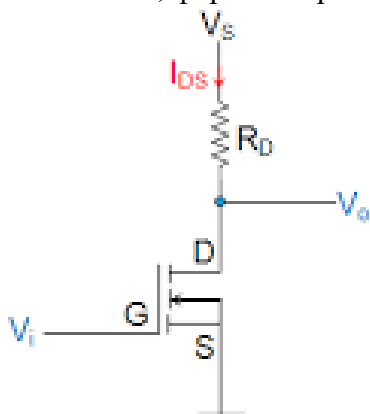
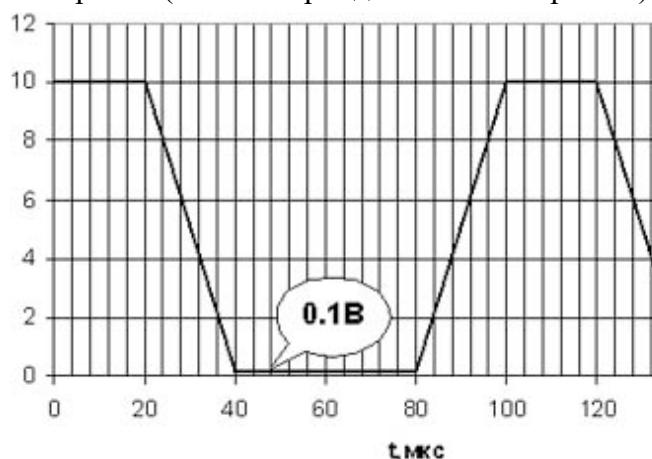

Рисунок 1
Рисунок 2
- 2) Схема на рис. 1 построена на базе транзистора IRLZ44NS. Определить среднюю мощность, рассеиваемую на транзисторе за период сигнала. Напряжение питания  $+10\text{ В}$ , форма напряжения  $V_0$  показана на рис. 2 (сигнал периодически повторяется)